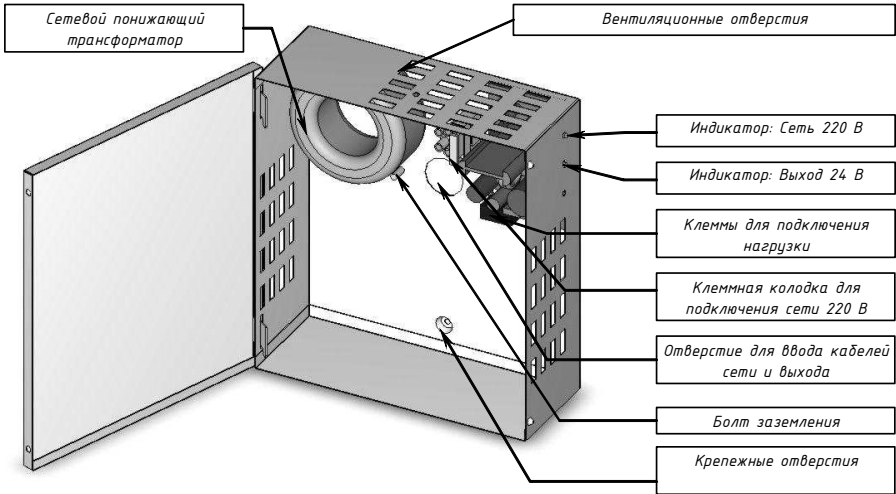

Рисунок 1. Размещение составных частей источника
5.5 Пропустить сетевую кабель через отверстие для ввода (см. рис. 1) и подключить его к колодке сети 220 В, предварительно зачистив и за лудив его концы.